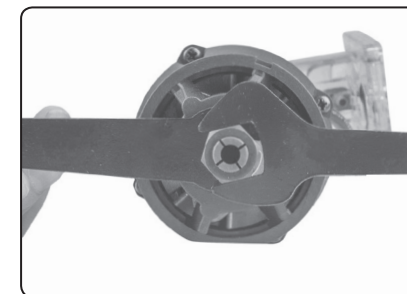

Abb. 9
2. Stellen Sie die Fräse in eine horizontale Ebene, blockieren Sie die Drehung der Spindel mit einem Schlüssel und lösen Sie die Spannmutter des Spannzange mit einem anderen Schlüssel gemäß Abb. 9.